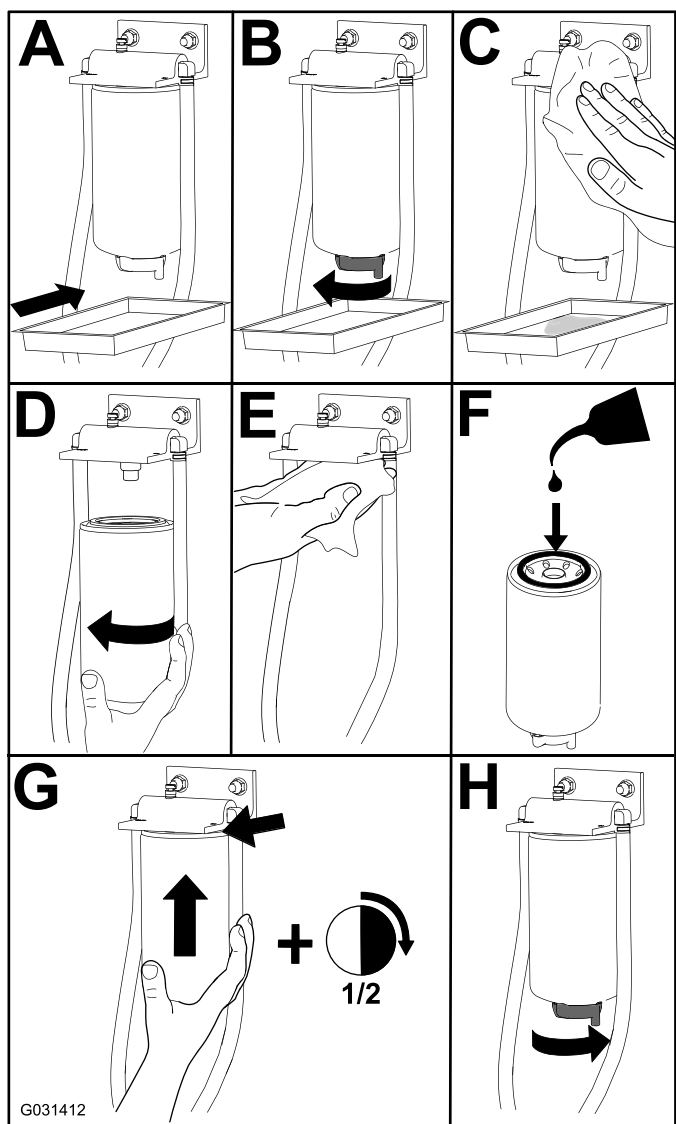

Рисунок 54
1. Замените фильтр, как показано на Рисунок 54.